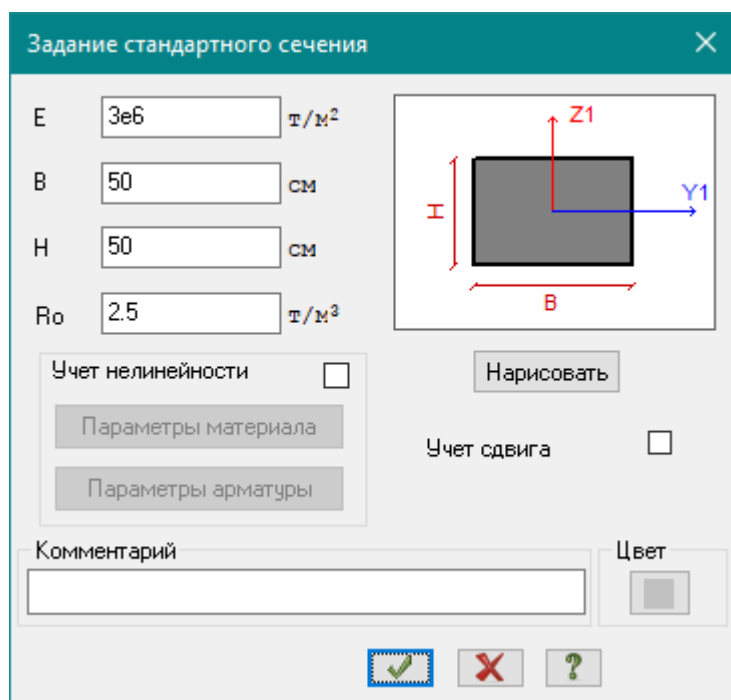

Рис.18.6. Диалоговое окно **Задание стандартного сечения**
- В диалоговом окне **Задание стандартного сечения** (рис.18.6) задайте параметры сечения **Брус**: